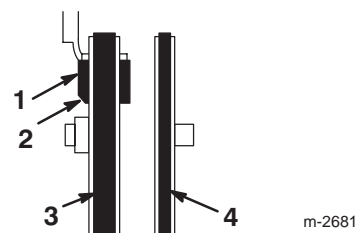

Figure 31
- Vérifiez que le patin de frein est monté correctement sur le bras de frein. Positionnez le pan coupé du patin de la manière indiquée dans la Figure 31.
13. Vérifiez que le patin de frein est monté correctement sur le bras de frein. Positionnez le pan coupé du patin de la manière indiquée dans la Figure 31.